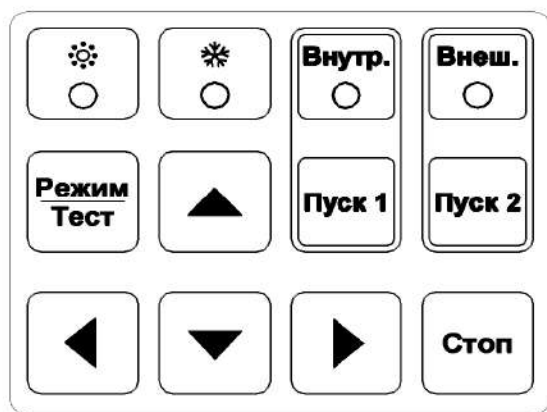

Рисунок 2 – Вид кнопок управления
- 3.3.8 На лицевой панели блока управления термодатчика располагаются жидкокристаллический индикатор 2х16 символов, кнопку управления и индикаторные светодиоды, отражающие режимы работы (см. рисунок 2).